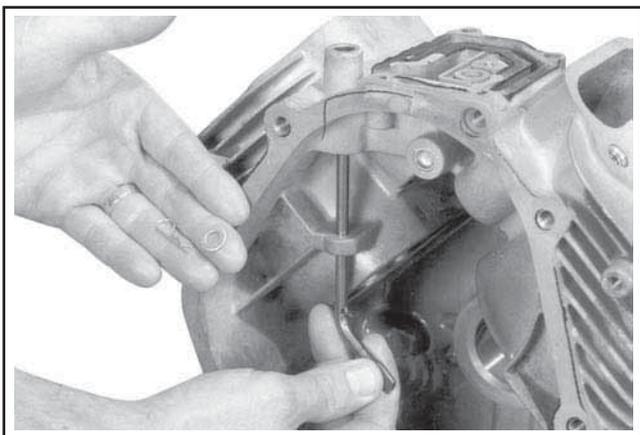

Figure 11-3. Installation du petit arbre transversal du régulateur de 6 mm.
3. **Petit arbre du régulateur de 6 mm** : Installer la rondelle plate, puis insérer le goujon d'accouplement dans le petit trou inférieur de l'arbre transversal du régulateur. Voir les Figures 11-3 et 11-4.